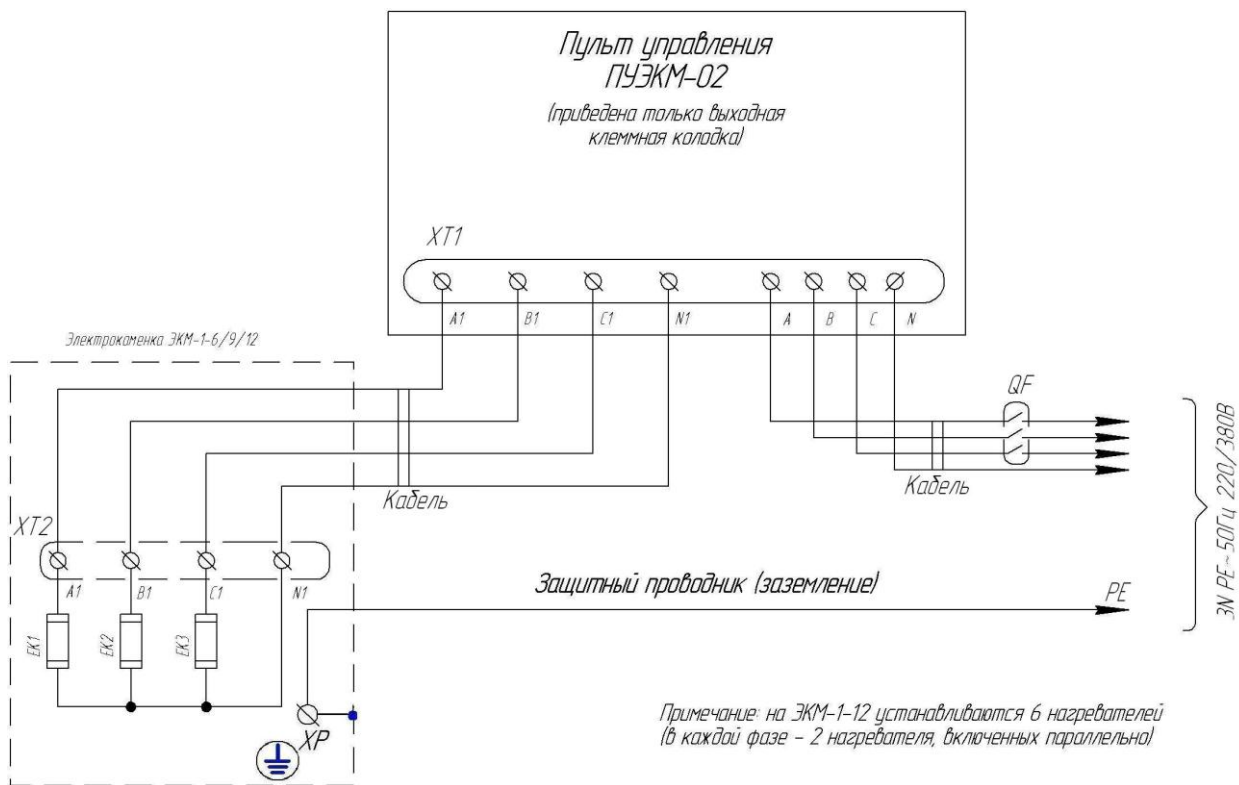

Рисунок 3.1 – Схема подключения пульта управления ПУЭКМ-02 к электрокаменкам ЭКМ-1-4,5/-6/-9/-12 и эл. сети
6.4 Снимите лицевую панель и произведите монтаж электрических цепей согласно электрических схем (рисунок 3.1 – для электрокаменок ЭКМ -1 - 4,5; ЭКМ -1 - 6; ЭКМ -1 - 9; ЭКМ – 1 - 12 и 3.2 для электрокаменок ЭКМ – 1 – 18, ЭКМ – 1 – 24) и маркировки клеммной колодки проводами в металлорукаве или кабелем.